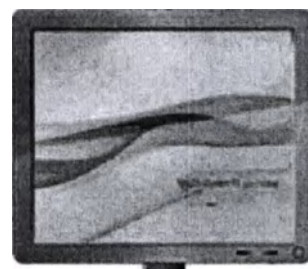

Рис. 6: Дисплей с сенсорным экраном
3. Дисплей с сенсорным экраном (рис.6)